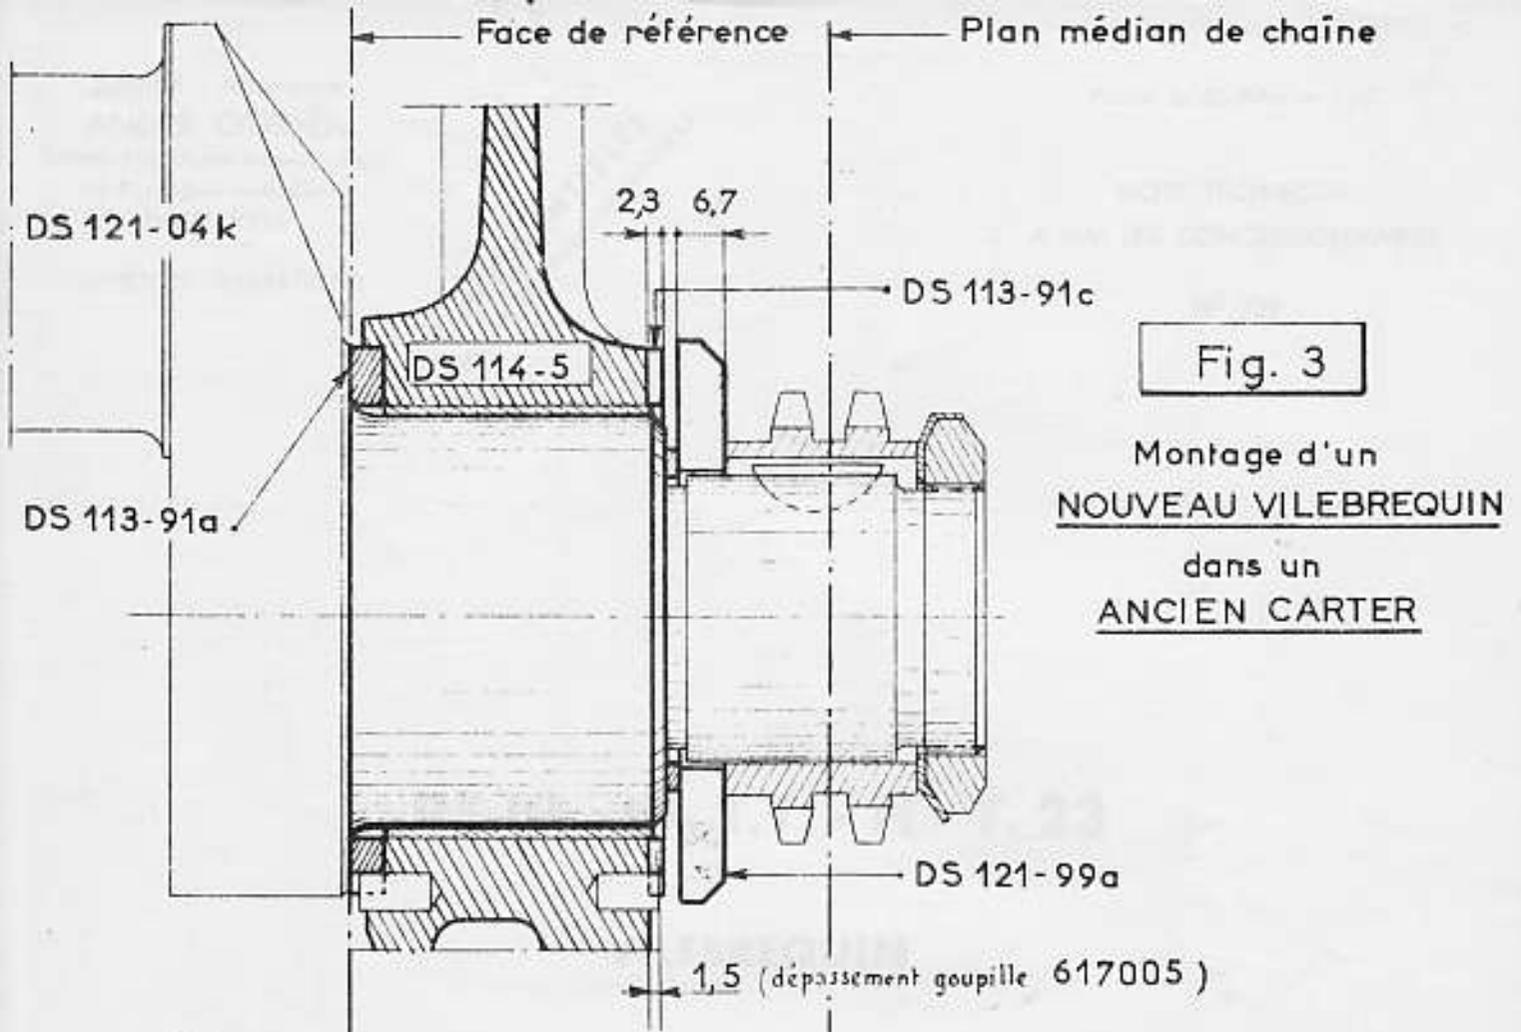

Fig. 3
A CONDITION DE RESPECTER IMPERATIVEMENT les empilages de pièces représentées sur les FIGURES 3 et 4.
e) **Cas du montage : nouveau vilebrequin-ancien carter (fig. 3)**